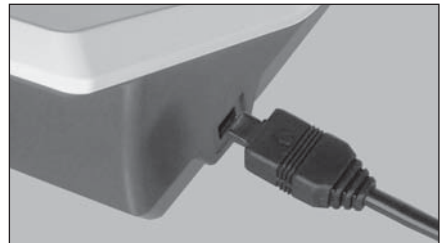

Abb. 1
- 1) Positionieren Sie den Stecker des Netzkabels so, dass die ➔-Markierung nach unten zeigt und führen Sie diesen in den AC-Adapteranschluss seitlich an der Bedieneinheit ein. (Abb.1)